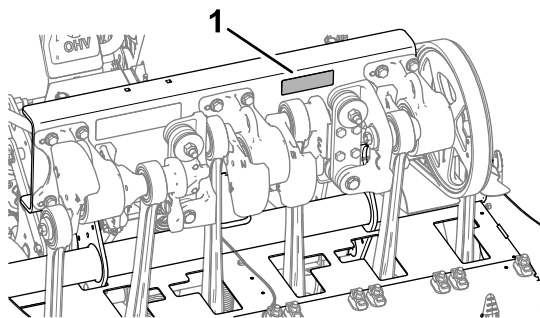

Figure 182
3. Vérifiez que les fixations de la tête d'aération, les fixations du timon et les écrous de roues sont serrés au couple correct. Les couples de serrage préconisés sont indiqués sur l'autocollant de référence situé sur le profilé du support de la tête d'aération (Figure 182).